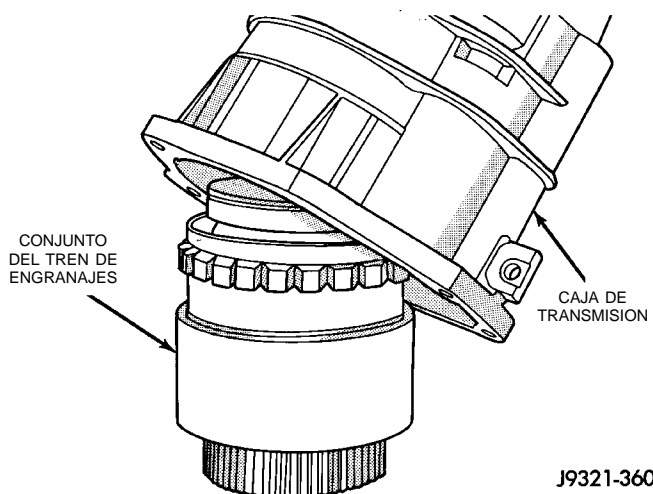
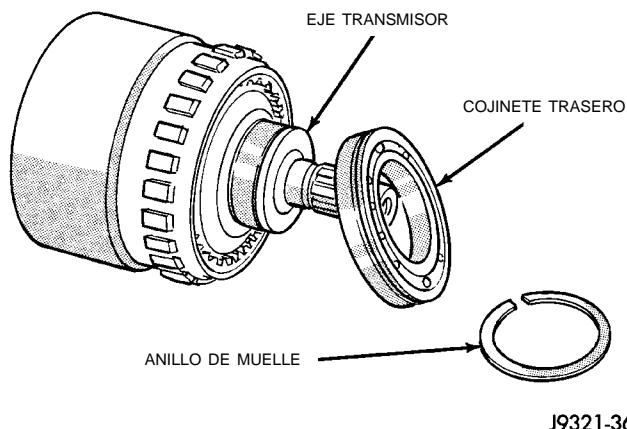

Fig. 210 Desmontaje de la caja de transmisión del conjunto del tren de engranajes
Fig. 211 Desmontaje del cojinete trasero
(6) Eleve la caja de transmisión y extráigala del conjunto del tren de engranajes (Fig. 210).
(7) Retire el anillo de muelle que retiene el cojinete trasero en el eje transmisor.
(8) Retire el cojinete trasero del eje transmisor (Fig. 211).